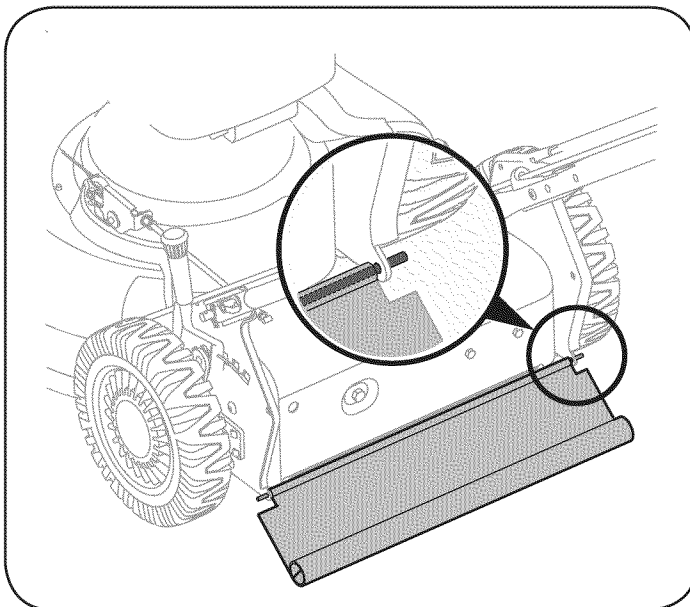

Figura 16
1. Corte el extremo plano de la varilla de alambre que la sujeta a la plataforma. Vea la Figura 16.